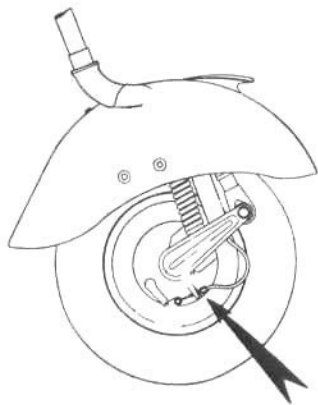

Fig. 10
**Ajuste de frenos:** Para conseguir que los frenos funcionen bien, debe existir entre el material de frotamiento que está sobre las mordazas y los tambores un juego de 1 milímetro medido con la palanca o el pedal en su posición de reposo. Este juego se regula actuando sobre los correspondientes tornillos de reglaje (ver figs. 10 y 11).
<p>11 - Frenado insuficiente</p> <p>Recorrido excesivo del pedal o palanca Zapatillas desgastadas Zapatillas empapadas de aceite</p> <p>Zapatillas y tambores rayados</p>	<p>Ajustar (ver fig. 10 y 11) Sustituir Lavar con gasolina. Comprobar si el retén de aceite es defectuoso o está mal colocado †† Sustituirlos</p>